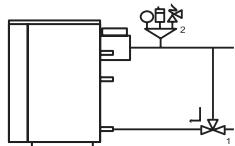

Рис. 10
- При монтаже котлов KOBOLD S необходимо установить на выходе теплоносителя группу безопасности, включающую в себя автоматический воздухоотводчик, манометр и аварийный сбросной клапан на 3 бар (рис.10, поз. 2). Отвод теплоносителя из сбросного клапана необходимо обеспеч-
- Для выравнивания температурного перепада между подачей и обратной линией, рекомендуется устанавливать терmostатический трехходовой клапан, например ESBE VTC511 (поддержание температуры обратной линии в котел не ниже 60°C) (Рис.10, поз.1). Повреждения теплообменника, вызванные перепадом температуры, не являются гарантийными.